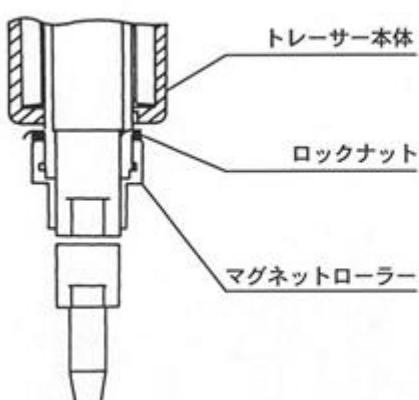

図 1
1. ロックナットとマグネットローラーに各々2丁のスパナを使用して、マグネットローラー側に締め付けてあるロックナットのみ緩めます。(図 1)